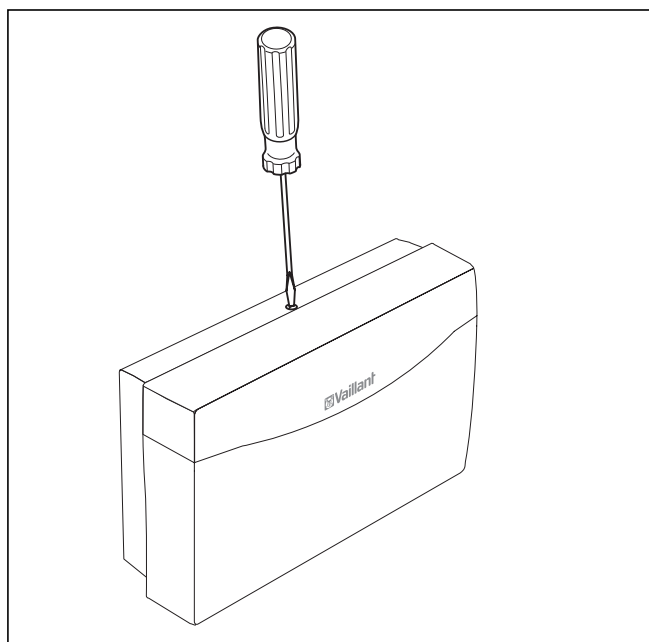

Fig. 4.1 Åbning af huset
- Markér de to fastgørelsespunkter i henhold til fastgørelseshullerne (1) på et egnet sted.
- Skru husdækslet fast, som vist i fig. 4.1.